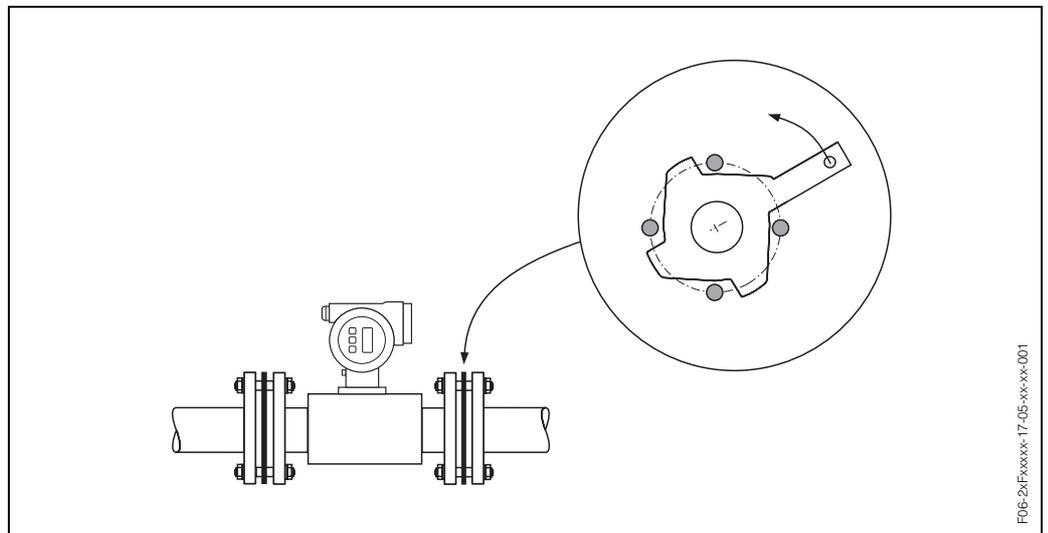

Fig. 14: Montaggio con dischi di messa a terra (Promag P, DN 25...200)
1. Inserire il disco di messa a terra e la guarnizione aggiuntiva fra lo strumento e la flangia della tubazione (Fig. 14).
3. Ora ruotare il disco di messa a terra come mostrato in Fig. 14 fino a quando la maniglia non andrà ad appoggiarsi ai bulloni. In questo modo il disco verrà centrato automaticamente.